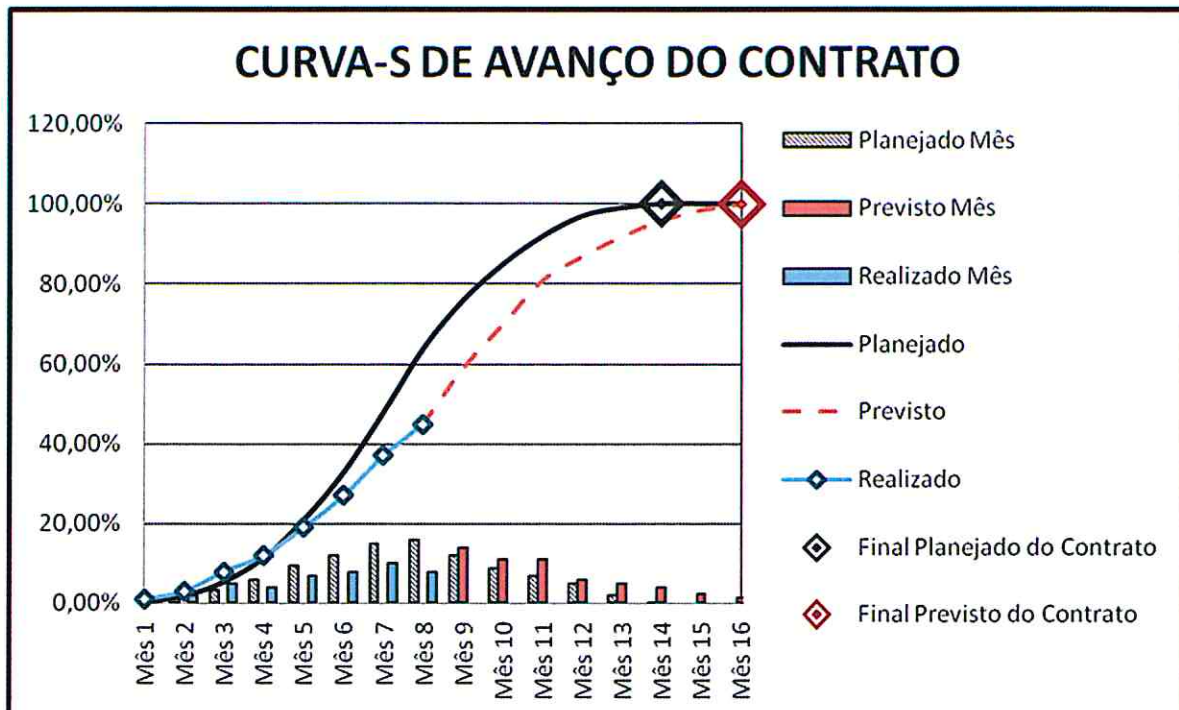

Figura 2 - Exemplo de curva S que deve ser utilizada para acompanhamento do contrato.
- A curva-S deve sempre refletir o **avanço físico** realizado, medido através de métricas definidas entre a **ENERGIA DOS VENTOS** e a **CONTRATADA**. Na Figura 2 é apresentado um exemplo da curva que deve ser apresentada ao longo da execução do escopo do contrato.